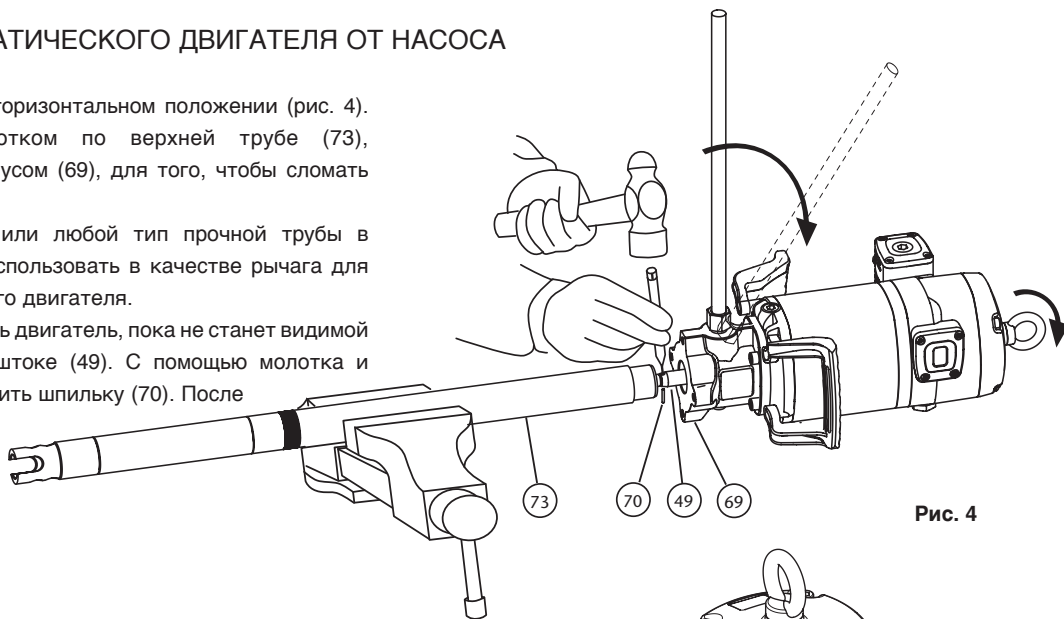

Рис. 4
1. Закрепить насос в тисках в горизонтальном положении (рис. 4). Аккуратно постучать молотком по верхней трубе (73), расположенной рядом с корпусом (69), для того, чтобы сломать закрепитель резьбы.
3. После отсоединения извлекать двигатель, пока не станет видимой эластичная шпилька (70) в штоке (49). С помощью молотка и подходящего пробойника выбить шпильку (70). После этого мотор можно снять.